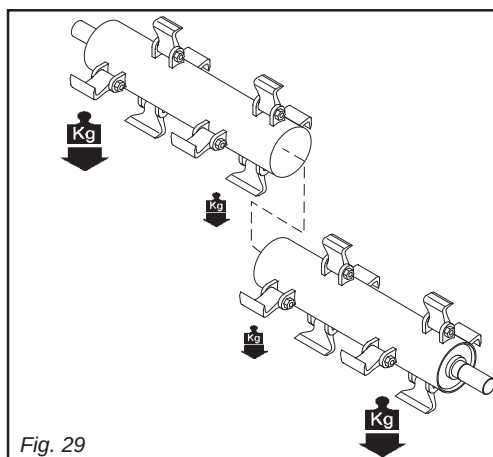

Fig. 29
- Sistemare le coppie più pesanti alle due estremità del rotore, le coppie più leggere al centro (Fig. 29).
- Install the heaviest pairs at the two ends of the rotor and the lighter pairs in the middle (Fig. 29).
- Placer les paires les plus lourdes aux deux extrémités du rotor, les paires les plus légères au centre (Fig. 29).
- Die schwereren Messerpaare an den beiden Enden des Rotors anordnen, die leichteren Paare im Mittelpunkt anordnen (Abb. 29).
- Ubicar los pares más pesados en las dos extremidades del rotor, los pares menos pesados al centro (Fig.29).